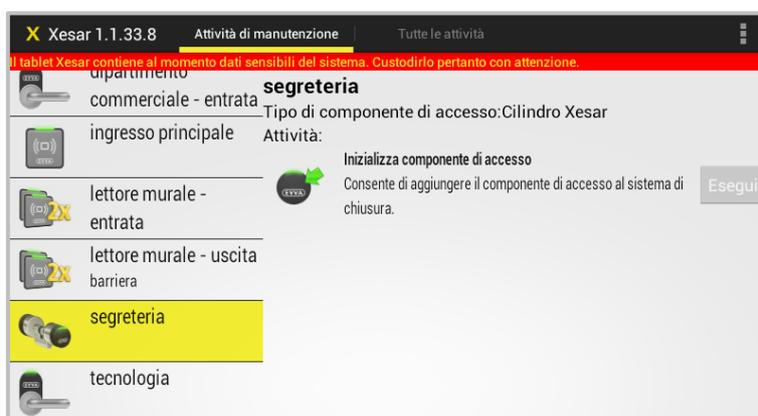

Figura 132: Tablet Xesar - Inizializza componente di accesso
- Selezionare sul tablet Xesar il componente di accesso Xesar corretto dall'elenco delle attività di manutenzione e quindi selezionare l'attività da eseguire (Figura 132: Tablet Xesar - Inizializza componente di accesso).